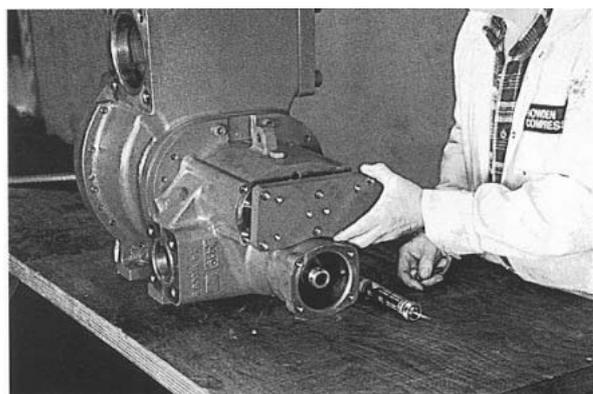
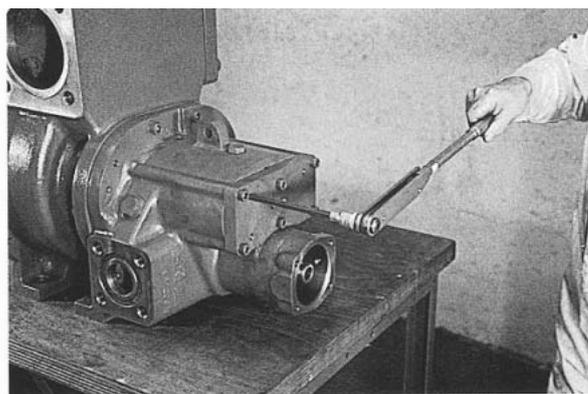

Рис. 143
Рис. 144
30. Установите планку торцевой крышки ротора на выходной кожух (рис. 143) и равномерно затяните шлицевые крепежные винты и шайбы до 30 Нм (каждый винт и каждую шайбу). (Рис. 144)